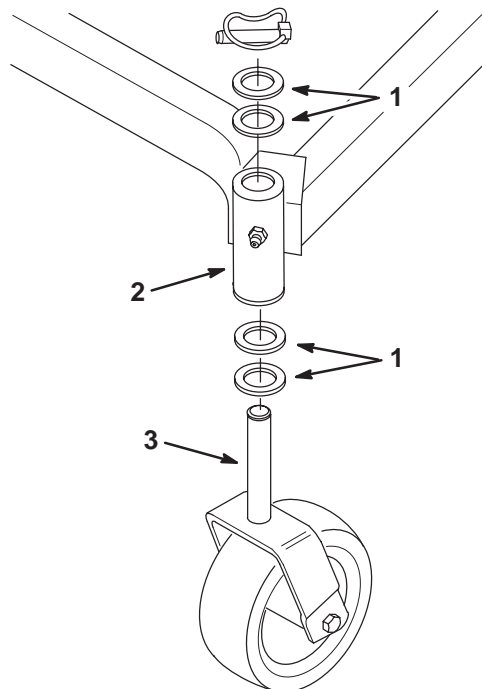

Bild 20
4. Verlegen Sie, um die Neigung in Längsrichtung zu verändern, eine gleiche Anzahl von Druckscheiben an beiden Gabeln der Laufräder. Verlegen Sie die Druckscheiben von der Oberseite des Halterohrs des Chassis an die Unterseite. Dadurch hebt sich die Vorderseite des Schneidwerks. Verlegen Sie die Druckscheiben von der Unterseite des Halterohrs des Chassis an die Oberseite. Dadurch senkt sich die Vorderseite des Schneidwerks (Bild 20).
4. Verlegen Sie, um die seitliche Neigung zu verändern, die Druckscheiben an nur einer der beiden Gabeln der Laufräder. Verlegen Sie die Druckscheiben von der Oberseite des Halterohrs des Chassis an die Unterseite. Dadurch hebt sich die entsprechende Seite des Schneidwerks. Verlegen Sie die Druckscheiben von der Unterseite des Halterohrs an die Oberseite. Dadurch senkt sich die entsprechende Seite des Schneidwerks (Bild 20).